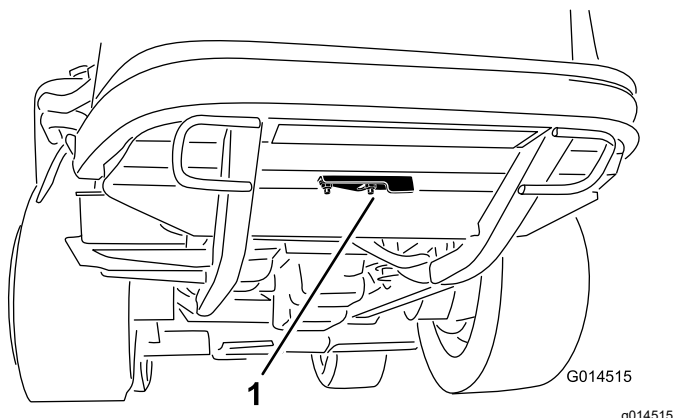

Figura 83
2. Afloje la tuerca con arandela prensada que sujeta la tapa del hueco de limpieza a la parte inferior del bastidor trasero (Figura 83). Gire la tapa a un lado para tener acceso al hueco de limpieza del bastidor.